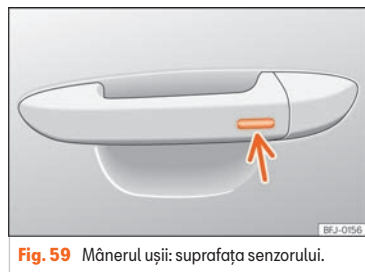

Fig. 59 Mânerul ușii: suprafața senzorului.
- **SAU:** utilizând sistemul Keyless Access (numai în uciere): Țineți apăsată câteva secunde suprafața senzorului de înuciere » » » fig. 59 (săgeată) de pe mânerul portierei, pentru a închide geamurile și trapa. Dacă nu mai atingeți suprafața senzorului, funcția de înuciere este întreruptă.
Pentru a închide trapa, țineți apăsată suprafața senzorului de încuiere » » » **fig. 59** (săgeată) de pe mânerul ușii. Dacă nu mai atingeți suprafața senzorului, funcția de încuiere este întreruptă.